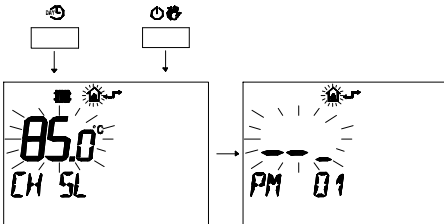

fig. 5.28
- 2 Premere contemporaneamente i pulsanti ON/OFF e PM per entrare nella programmazione trasparente (fig. 5.28)